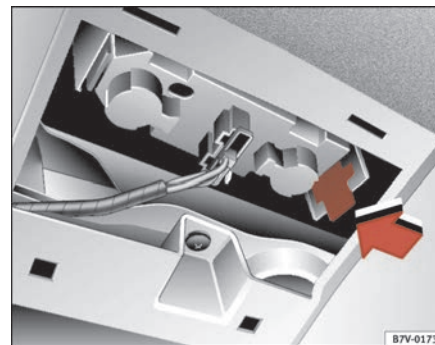

Fig. 165 Luces en el portón trasero
- Oprima la pestaña elástica en el sentido de la flecha ⇒ fig. 165 y extraiga el portalámparas hacia abajo.